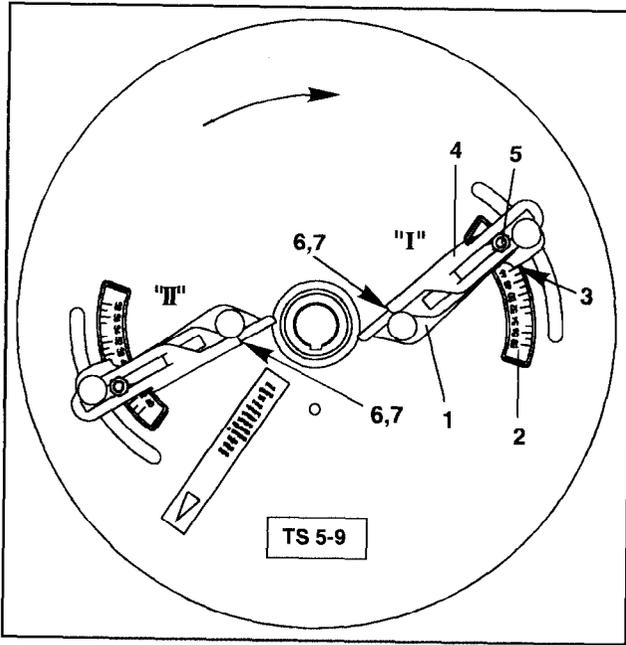
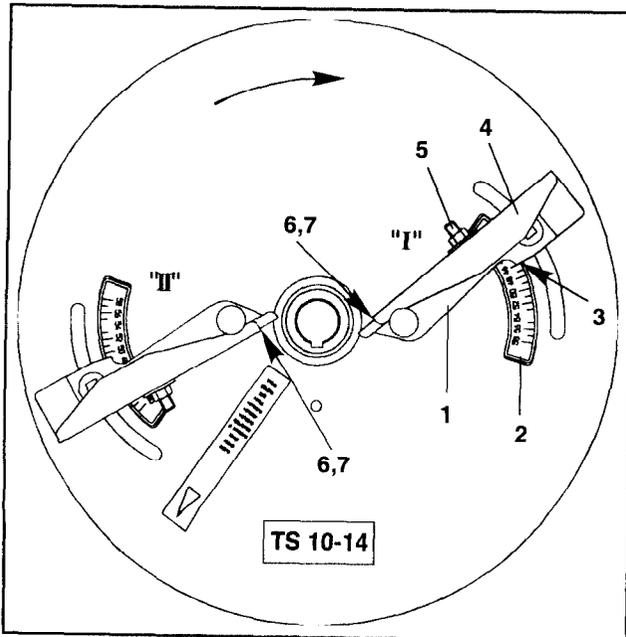

Рис. 7.16
Рис. 7.17
Регулировка пограничных дисков типа TS 5-9 (рис.7.16) и TS 10-14 или TS 15-18 (рис.7.17) осуществляется с помощью телескопических лопаток (рис. 7.16/1 и 7.17/1), данные берутся из соответствующих таблиц в зависимости от сорта удобрения и расстояния первой колеи от обреза поля. Это проводится следующим образом :
- а) после отвинчивания гайки на разбрасывательном диске передвинуть телескопическую лопатку (рис. 7.16/1 или 7.17/1) в соответствующий сектор шкалы (7.16/2 или 7.17/2). Считать показания на канте (7.16/3) и вновь навинтить гайку.